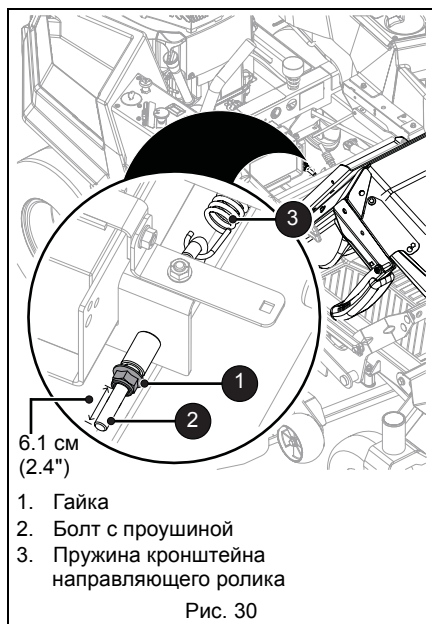

Рис. 30
- Открутите гайку на болте с проушиной и отсоедините пружину кронштейна направляющего ролика. См. Рис. 30.
5. Подсоедините обратно пружину кронштейна направляющего ролика на болте с проушиной и закрепите болт на машине с помощью гайки. Затягивайте до тех пор, пока гайка не будет находиться на расстоянии 6.1 см (2.4") от резьбового конца болта с проушиной. См. Рис. 30.